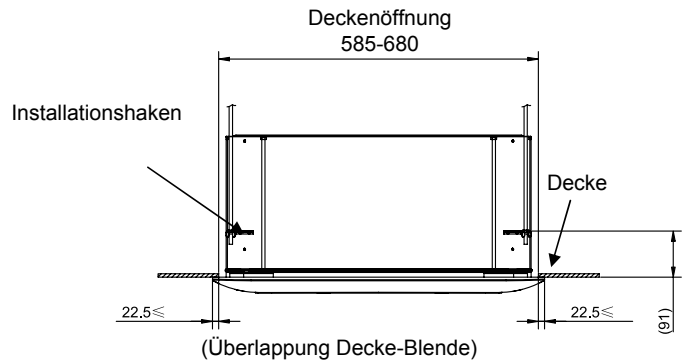

Abb. 3-2 Einheit: mm
- Die maximale Deckenöffnungsgröße beträgt 680 mm. Achten Sie darauf, dass es eine Überlappung zwischen Blende und Decke gibt. (Abb. 3-2)